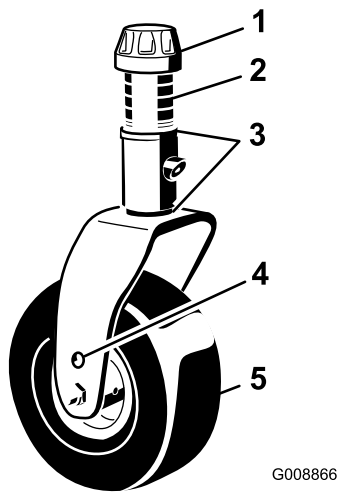

Bild 17
- Entfernen Sie die Spannkappe von der Spindelwelle (Bild 17) und ziehen die Spindel aus dem Laufradarm heraus. Ziehen Sie zwei Beilagscheiben (3 mm) so auf die Spindelwelle, wie sie ursprünglich montiert waren. Diese Beilagscheiben sind erforderlich, um alle Mähwerke über die Breite auf ein Niveau zu bringen. Schieben Sie die entsprechende Anzahl von Distanzstücken (13 mm) (siehe die nachstehende Tabelle) auf die Spindelwelle, um die gewünschte Schnitthöhe zu erhalten; schieben Sie dann die Scheibe auf die Welle.